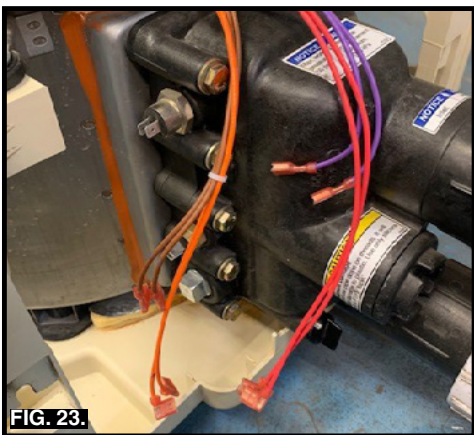

FIG. 23.
19. Route wires (HL, AGS, WP, etc) to the manifold. (Fig. 23).